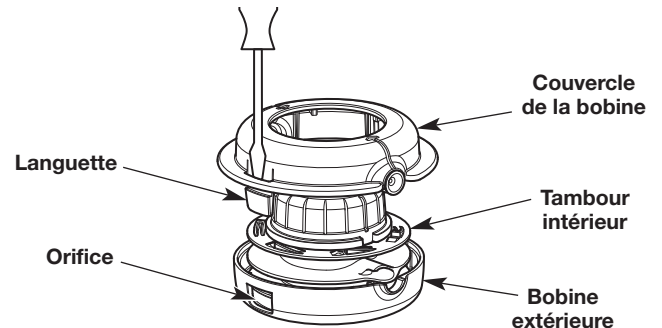

Fig. 24
- c. Inclinez doucement le tournevis pour faire sortir l'onglet de l'ouverture (Fig. 24).
- e. Enlevez le couvercle de la bobine (Fig. 24). **N'ESSAYEZ PAS** d'enlever d'autres composants de la tête de coupe.
- g. Utilisez un chiffon propre pour nettoyer le tambour intérieur, la bobine extérieure et le couvercle de la bobine (Fig. 24).
- h. Alignez les languettes sur le couvercle de la bobine avec les orifices de la bobine extérieure (Fig. 24). Poussez le couvercle de la bobine sur la bobine extérieure jusqu'à ce que les languettes de sécurité s'enclenchent dans les orifices.